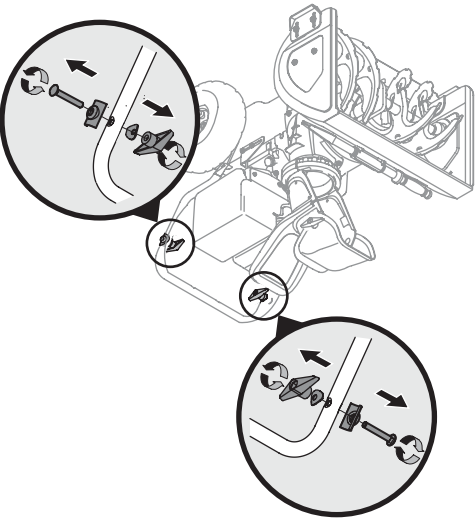

Figure 2
1. Desserrez et enlevez le bouton à oreilles, la rondelle creuse, la patte d'attache et le boulon ordinaire de chaque côté du guidon inférieur. Voir la Figure 2.